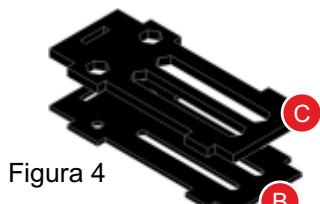
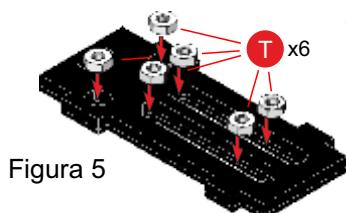

Figura 4
Figura 5
4) Incollare sovrapponendo con precisione il pezzo C al pezzo B (figura 4) ,successivamente posizionare i dadi T nelle apposite sedi come in figura 5, su cui incollare il secondo pezzo B. Per tenere il tutto in perfetta posizione sono forniti due dimes X da rimuovere a fine incollaggio. Fare attenzione a non metter colla nelle sedi di scorrimento dei dadi per il fissaggio dei fine corsa regolabili. il pezzo così ottenuto prende il nome As2